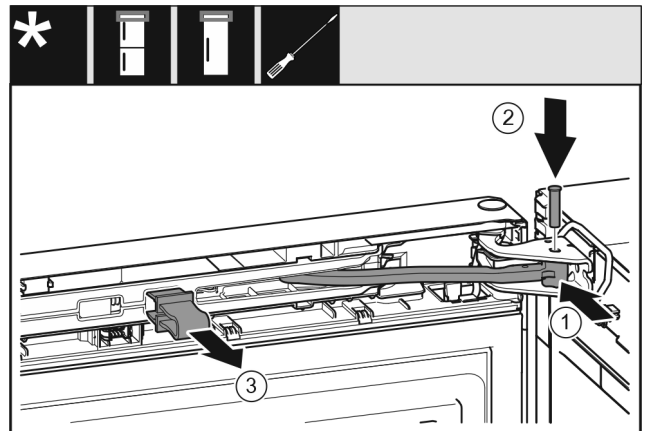

Fig. 31
- ▶ Forgassa a csapágybakba a csuklót Fig. 31 (1).
- ▶ Helyezze be a csapszeget Fig. 31 (2) a csapágybakba és a csuklóba. Közben ügyeljen arra, hogy a reteszelő bütyök megfelelően illeszkedjen a horonyba.
- ▶ Vegye le a biztosítékot Fig. 31 (3).